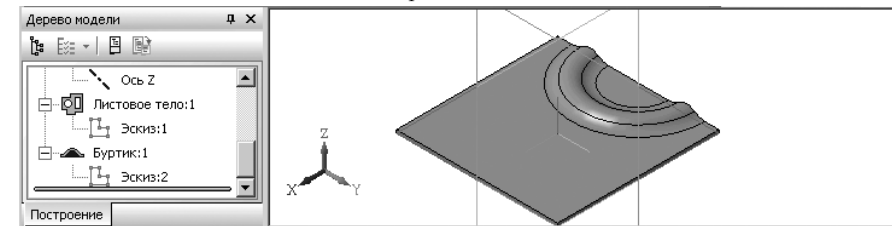

Рис. 7.93. Результат построения буртика
- щелкните по кнопке **Создать объект** или нажмите комбинацию клавиш **Ctrl+Enter** для создания объекта. Появится искомый буртик, а в окне **Дерево модели** – ее пиктограмма и соответствующий пункт **Буртик:1**. Это состояние системы показано на рис. 7.93.